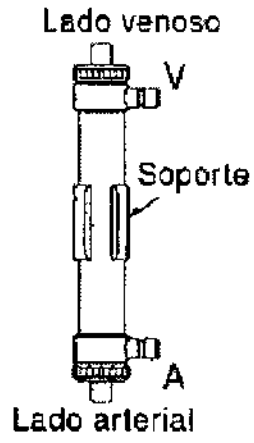

Figura 3.4.1: Lado venosos (V) hacia arriba.
1. Sacar el dializador del paquete y ajustarlo al soporte de manera que el lado venoso este dirigido hacia arriba (figura 3.4.1).